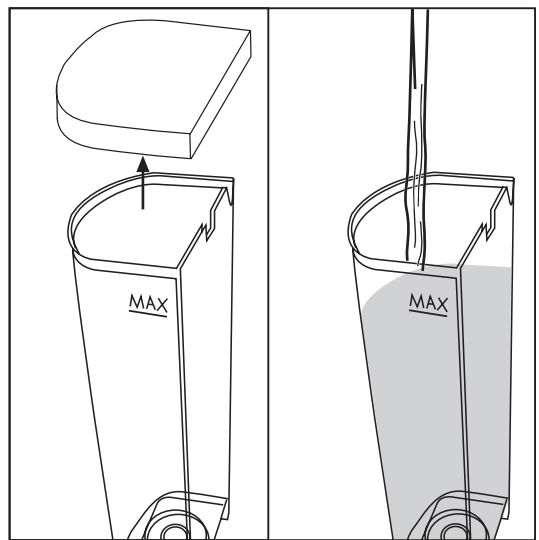

Abb. 2
- Den Deckel entfernen und den Behälter mit maximal 1 Liter frischem Wasser füllen. (**Abb. 2**)